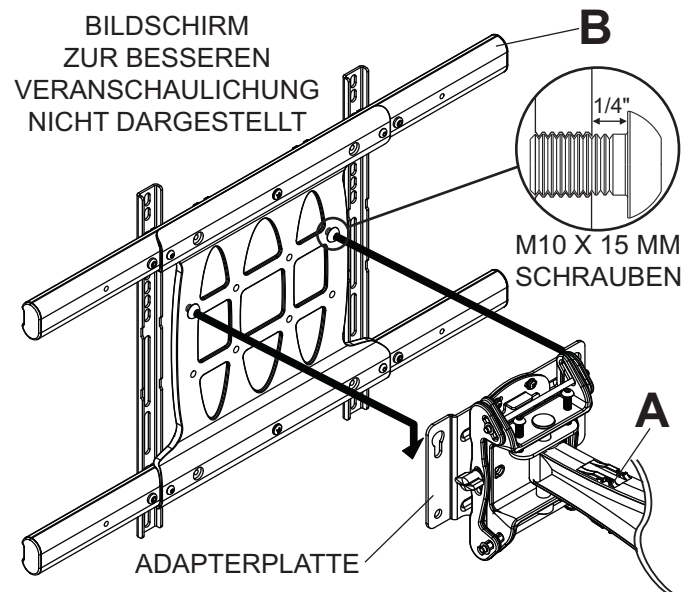

Abbildung. 5.2
Für Universell-Adapterhalterung: Hängen Sie die M10 x 15 mm Schrauben in die Schlüssellochschlitzte der Adapterplatte (A) ein wie in Abbildung 5.2 dargestellt.